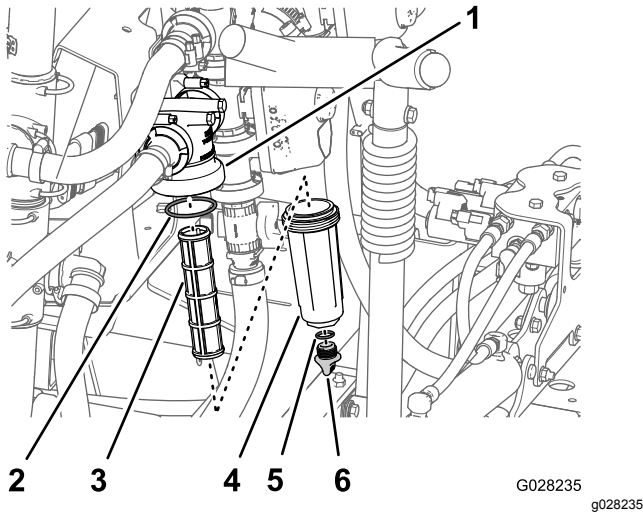

Figura 82
2. Allineate una bacinella di spurgo sotto il filtro della pressione (Figura 82).
3. Ruotate il tappo di spurgo in senso antiorario e rimuovetelo dal pozzetto del filtro della pressione (Figura 82).
4. Ruotate il pozzetto in senso antiorario e rimuovete la testa del filtro (Figura 82).
5. Togliete il vecchio elemento del filtro della pressione (Figura 82).
6. Controllate l'O-ring del tappo di spurgo (situato all'interno del pozzetto) e l'O-ring del pozzetto (situato all'interno della testa del filtro) per escludere danni e usura (Figura 82).
7. Montate il nuovo elemento del filtro della pressione sulla testa del filtro (Figura 82).
8. Montate il pozzetto sulla testa del filtro serrando manualmente (Figura 82).
9. Montate il tappo nel pozzetto serrando manualmente (Figura 82).